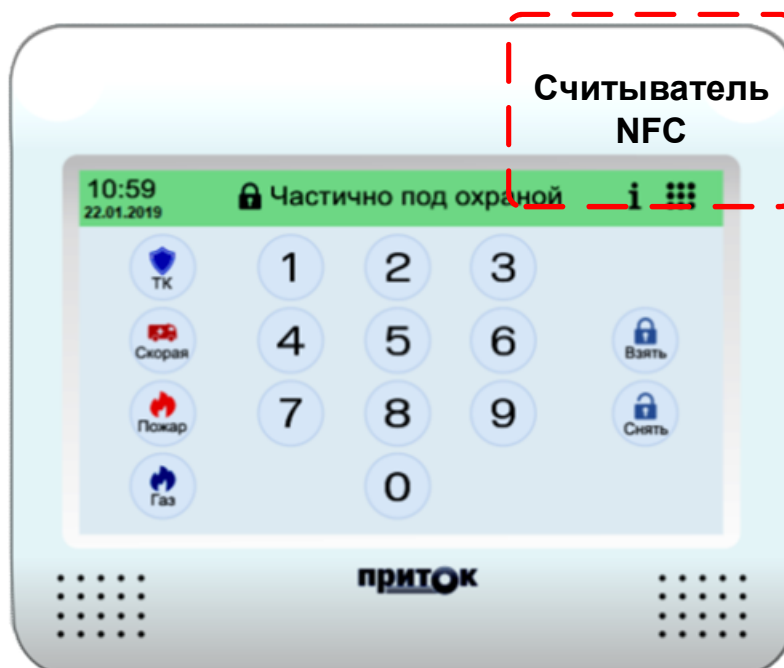

Рисунок 1 - Внешний вид клавиатуры
- Приложить брелок к считывателю клавиатуры (см. Рисунок 1).